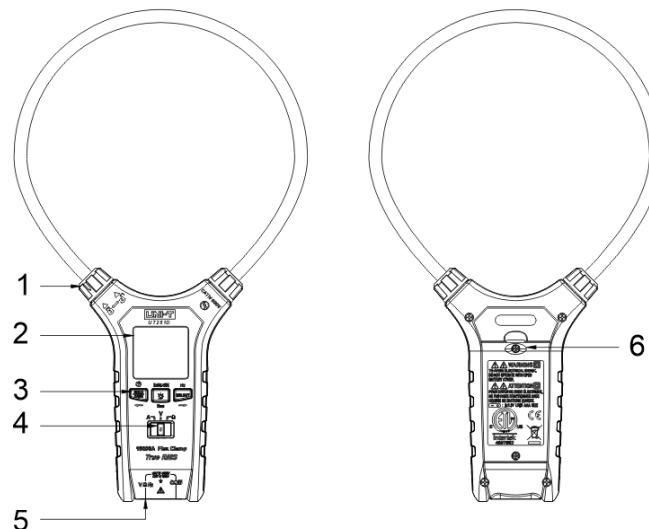

Abbildung 1
7. Außenstruktur(Abbildung 1)
3. Durchgangs- und Widerstandsmessung (Abbildung 1)